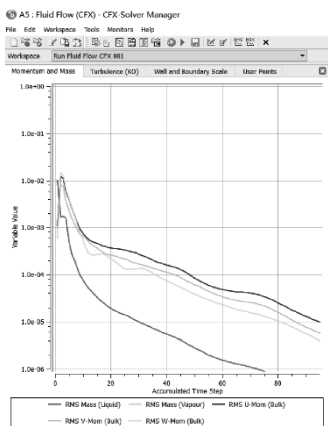

图 11-69 残差收敛曲线
- (1) 单击【File】→【Close CFX-Pre】退出环境，然后回到 Workbench 主界面。
- (2) 右键单击【Solution】→【Edit】，当【Solver Manager】弹出时，依次选择【Parallel Environment】→【Run Mode】= Platform MPI Local Parallel，Partitions 为 8（根据计算机 CPU 核数定），其他设置默认，在【Define Run】面板上单击【Start Run】运行求解。
- (3) 当求解结束后，系统会自动弹出提示窗，单击【OK】。
(4) 查看收敛曲线：在 CFX-Solver Manager 环境界面中看到收敛曲线和求解运行信息，如图 11-69 所示。
(5) 单击【File】→【Close CFX-Solver Manager】退出环境，然后回到 Workbench 主界面，单击保存图标保存。